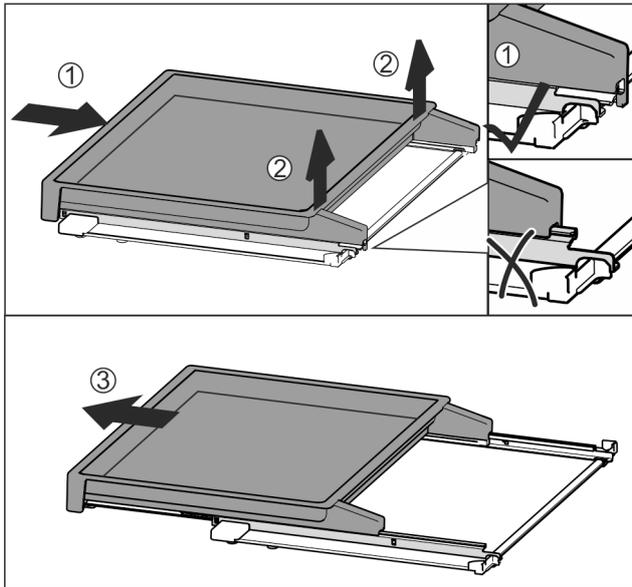

Fig. 40
- Insérer complètement la bordure télescopique Fig. 40 (1).
- La désenclencher à l'arrière Fig. 40 (2).
- Sortir la bordure télescopique par l'avant Fig. 40 (3).